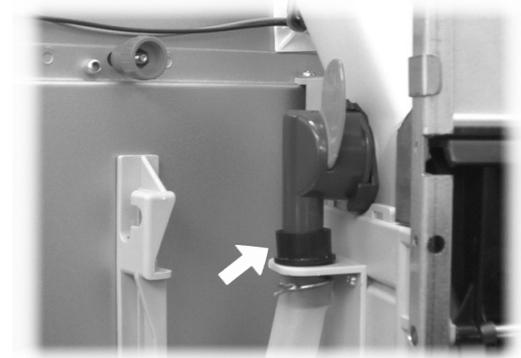

Abb. 82
- den Behälter wieder in seine Aufnahme einsetzen. Dabei ist darauf zu achten, dass der Stutzen in den Anschluss eingesteckt wird (Abb. 82).